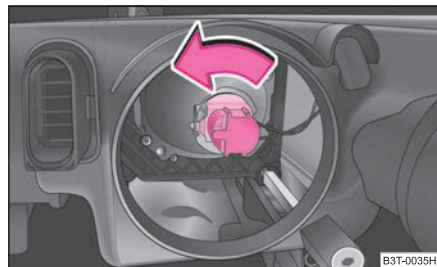

Fig. 219 Desmontaje de la bombilla para luz de cruce
- Girar el conector junto con la bombilla hacia la izquierda, hasta la tope, y retirarlo ⇒ fig. 219.